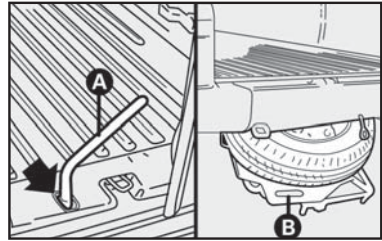

fig. 4
- 1) Abra a(s) porta(s) traseira(s) e retire a tampa (seta-**fig. 4**) de proteção do parafuso do suporte da roda sobressalente.
- 2) Com a chave de roda, gire o parafuso do suporte no sentido anti-horário até o final do curso (**A**-**fig. 4**).
5) Puxar a bandeja da roda pela alça indicada **B-fig. 4**.